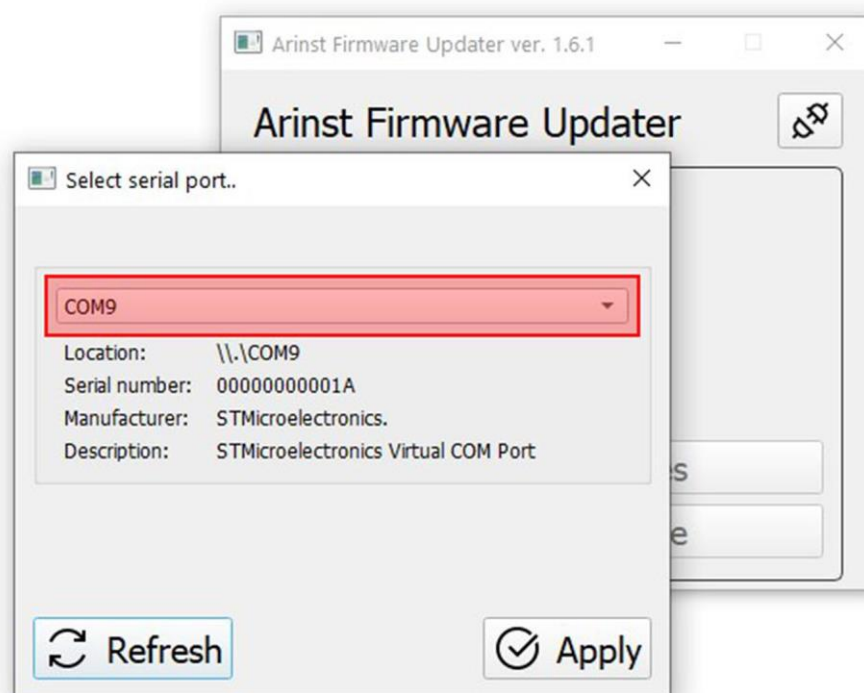

Рисунок A2.2 – Выбор виртуального COM порта для подключения прибора
2.4. В открывшемся окне из выпадающего списка выберите виртуальный COM порт для подключения устройства (Рисунок A2.2).